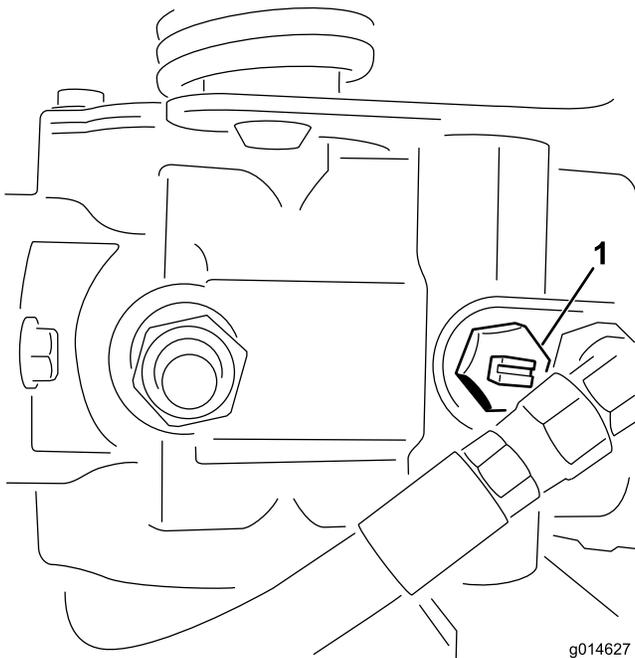

图42
2. 启动发动机之前，旋转旁通阀，使槽处于水平位置，这样就可以关闭旁通阀（图42）。旁通阀打开时，切勿启动发动机。
1. 找到并旋转泵上的旁通阀，使槽处于垂直位置（图 42）。